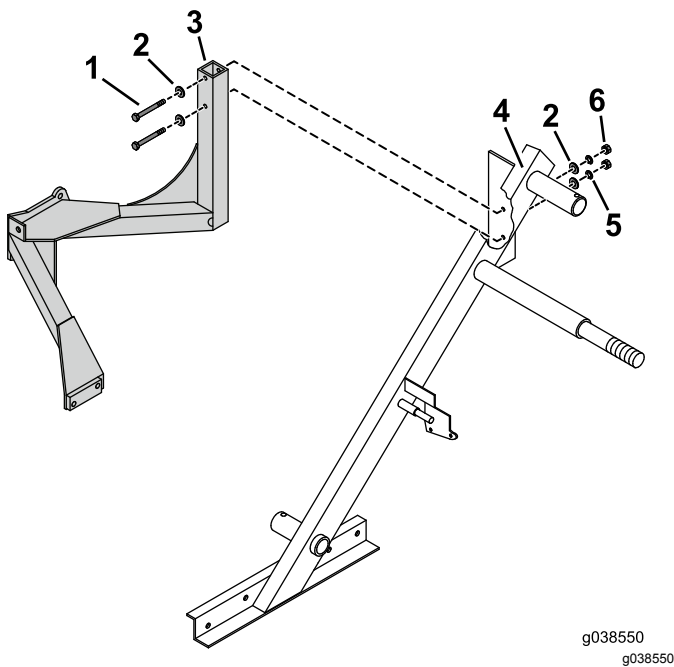

Рисунок 4
- Прикрепите верхнюю часть монтажного кронштейна к раме сборщика с помощью двух болтов (5/16 x 2¾ дюйма), шайб, стопорных шайб и гаек (Рисунок 4).